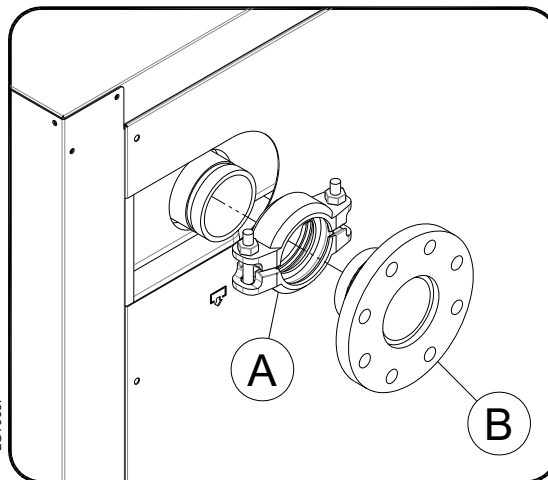

Fig.2
Assemblare la flangia (B) e il giunto Victaulic® (A) come indicato in Fig.2